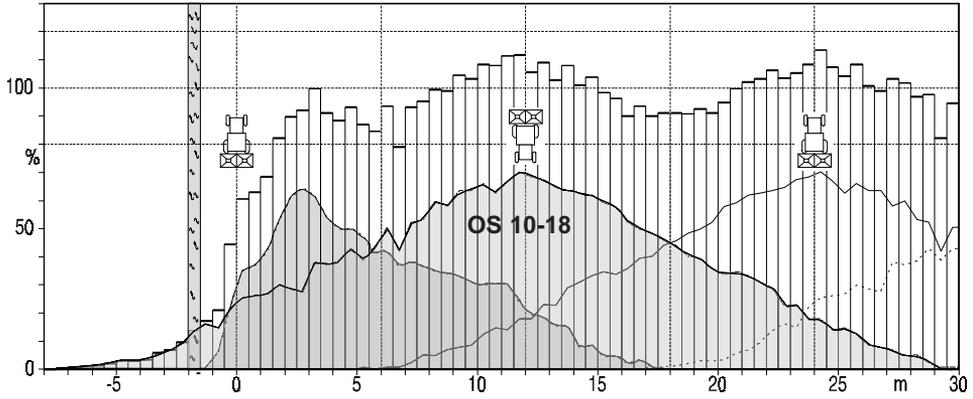

Рис. 4.3
- закладывают технологические колеи с интервалом в 10 или 12 м (Рис. 4.3 и 4.4).
Так, например, распределение на границах (при помощи экранирующего щитка для распределения на границах) на 1,5 м расстоянии при 18 м технологической колее благоприятно, так как удобрения не растрескиваются за границу поля. Если прохождение производится с таким же положением лопастей (при внесении некоторых сортов удобрений, например, кальциево-аммиачной селитры (KAS), при таком же положении лопастей возможно оптимальное поперечное распределение при ширине захвата 10 – 18 м) на 12 м или 10 м расстоянии между технологическими колеями, то при обратном проходе OS 10-18 распределяют значительное количество удобрений (прибл. на 4,5 или 6,5 м) через границу (см. рис. 4.3) .